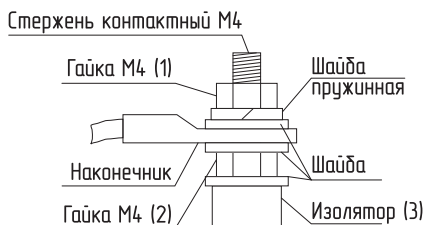

Рис.7 Присоединение проводов к выводам блок ТЭН
- при замене блок ТЭН присоединение фазных проводов к выводам блок ТЭН производить согласно **Рис.7**. Сечение кабеля указано в **Таб.1, Таб.2**;
- провод нейтрали «N» подключить на перемычку блока ТЭН (**Рис.7**).